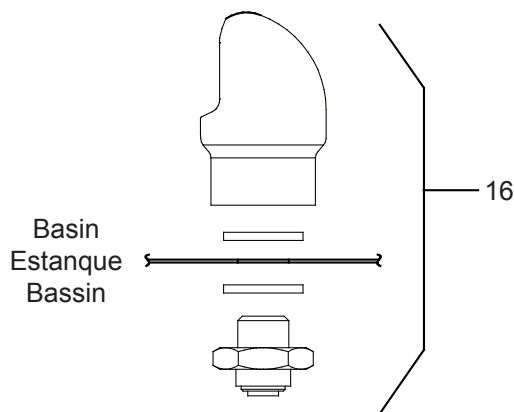

Fig. 3
- 8) Stream height is factory set for 45-50 PSI supply. If supply pressure varies greatly from this, readjust stream height to approximately 1-1/2" (38mm) above the bubbler guard by turning adjustment screw, accessible by removing front push panel, (see Fig. 3 & 5).
- 9) Replace the front panel and secure by retightening four (4) screws.
- 8) Altura del chorro viene configurado de fábrica para el suministro de 45-50 PSI. Si la presión del suministro varía demasiado de este valor, reajuste la altura del chorro a aproximadamente 1-1/2" por encima del protector del borboteador dando vuelta al tornillo de ajuste sacando el panel frontal de empuje, (vea Fig. 3 y 5).
- 9) Vuelva a colocar el panel frontal y asegúrelo apretando nuevamente los cuatro (4) tornillos.
- 8) Hauteur de flux est réglé en usine pour la fourniture de 45 à 50 lb/po². Si la pression varie beaucoup de ce point, ajustez le niveau à nouveau à environ 1-1/2" (38mm) au-dessus du protège-barboteur en tournant la vis de réglage du régulateur que l'on trouve en retirant le panneau, (voir fig. 3 et 5).
- 9) Remplacez le panneau avant et fixez le en place en resserrant les quatre (4) vis.